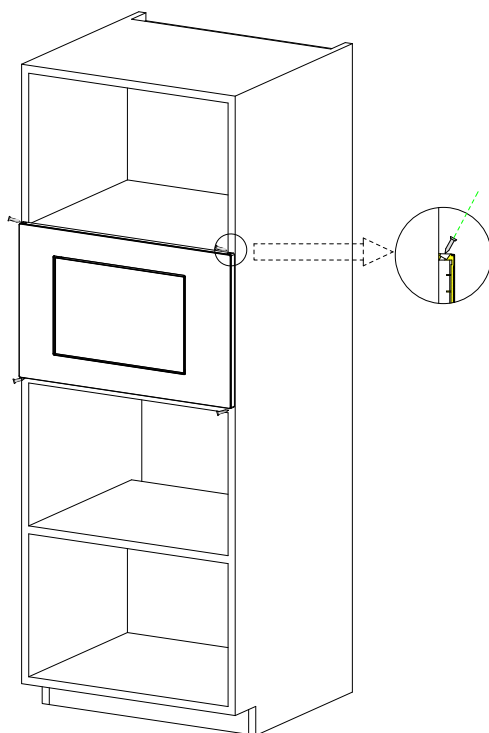

Fig.2
b) Împingeți cuptorul cu microunde până la capăt. (Fig. 2)